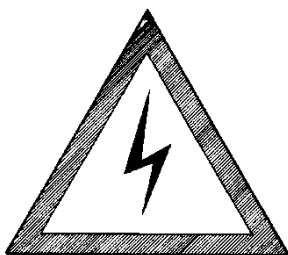

Fig.8
- Triangeln ska vara väl synlig och sitta på karossen. (Se, Fig.8).